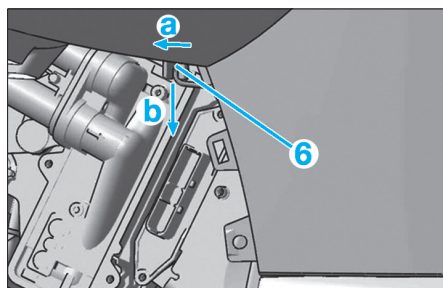

Fig. 19
- Déposer le cache (3).
- Tourner d'un quart de tour (a) la sonde (6) puis extraire suivant (b) (Fig.19).